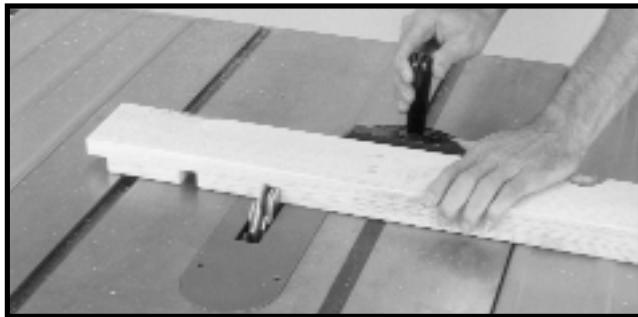

Fig. 56
3. La Fig. 56 muestra una operación típica de corte de ranura con el calibrador de inglete como guía.